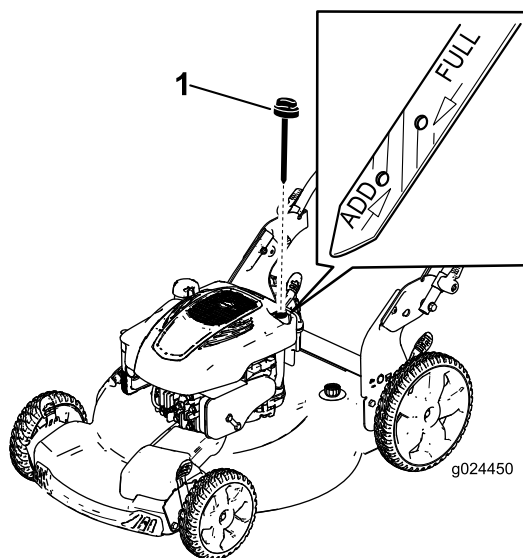

Figure 23
3. Retirez la jauge (Figure 23).
10. Observez le niveau d'huile indiqué par la jauge (Figure 23).